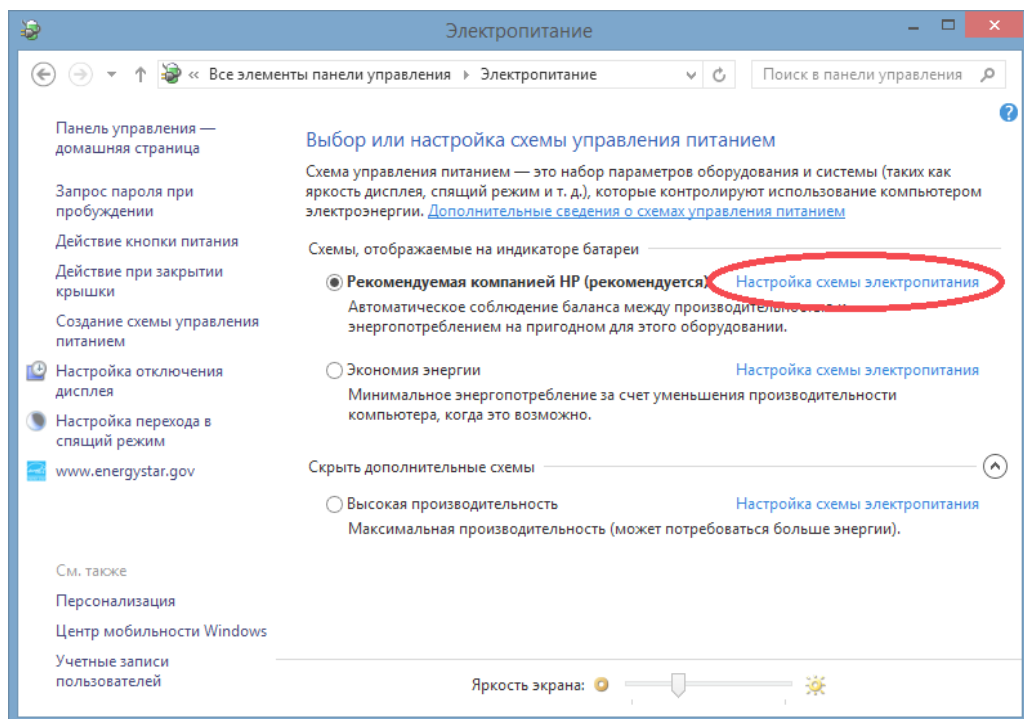

Рисунок 11
2) в окне «Электропитание» нажать ссылку «Настройка схемы электропитания» для каждой схемы (рисунок 11);